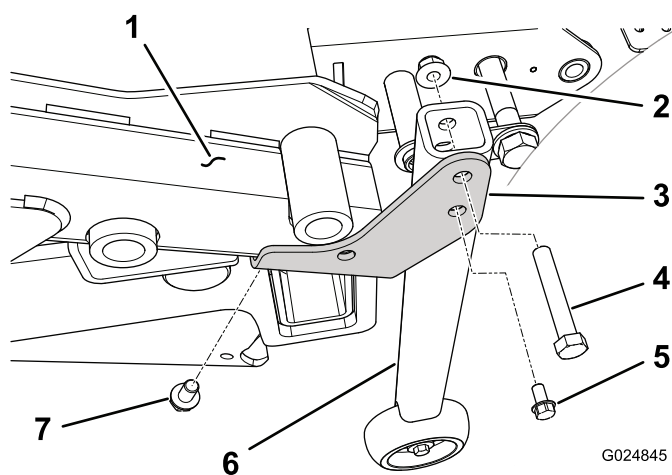

Figure 34
3. Pour les groupes de déplacement dont le numéro de série est postérieur à 313000001, montez un support de conversion (droit ou gauche) sur la face inférieure du coin arrière approprié du cadre de tablier au moyen d'une vis autotaraudeuse (3/8 x 5/8 po) (Figure 34). Le support doit être dirigé vers l'extrémité du cadre arrière.
4. Fixez le support de tube vertical au support de conversion (droit ou gauche) à chaque coin du cadre de tablier au moyen d'une vis (3/8 x 2-1/4 po) et d'un écrou à embase (3/8 po) (Figure 34).